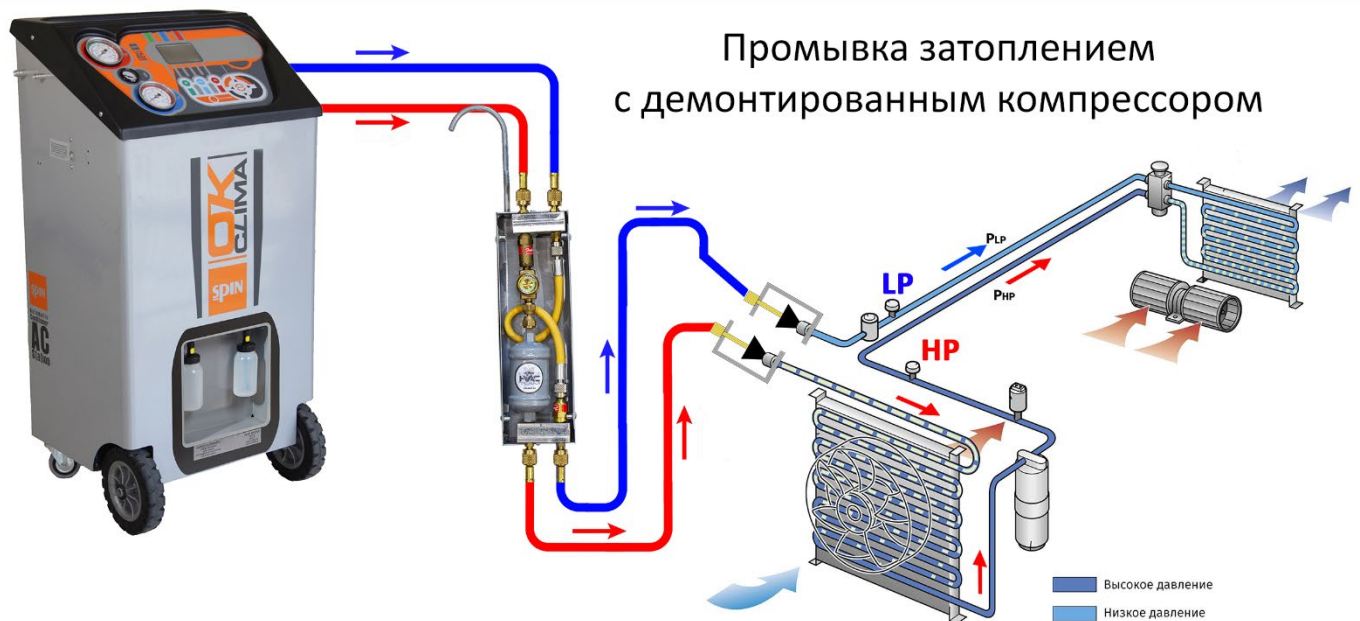

Рис.6 – Заполнение системы кондиционирования. Загрязняющие частицы будут улавливаться фильтром внутри основного блока промывочного комплекта.
- См. рис. 6 и 7 для выполнения данного соединения.
Преимуществом набора является то, что вам необходимо получить доступ к расширительному клапану только в случае, если он заблокирован. Кроме того, промывка имеет "рециркуляционный" эффект, но газ подаётся и забирается из двух линий низкого и высокого давления, как показано на рис. 6 и 7.
Метод промывки-промывка затоплением. при этом большое количество газа в жидкой фазе закачивается в систему. Фреон закачивается в систему, используя линии низкого и высокого давления в двух разных направлениях (рис. 6). При последующем отборе газа он уносит с собой все загрязнения (эффект рециркуляции (восстановления));